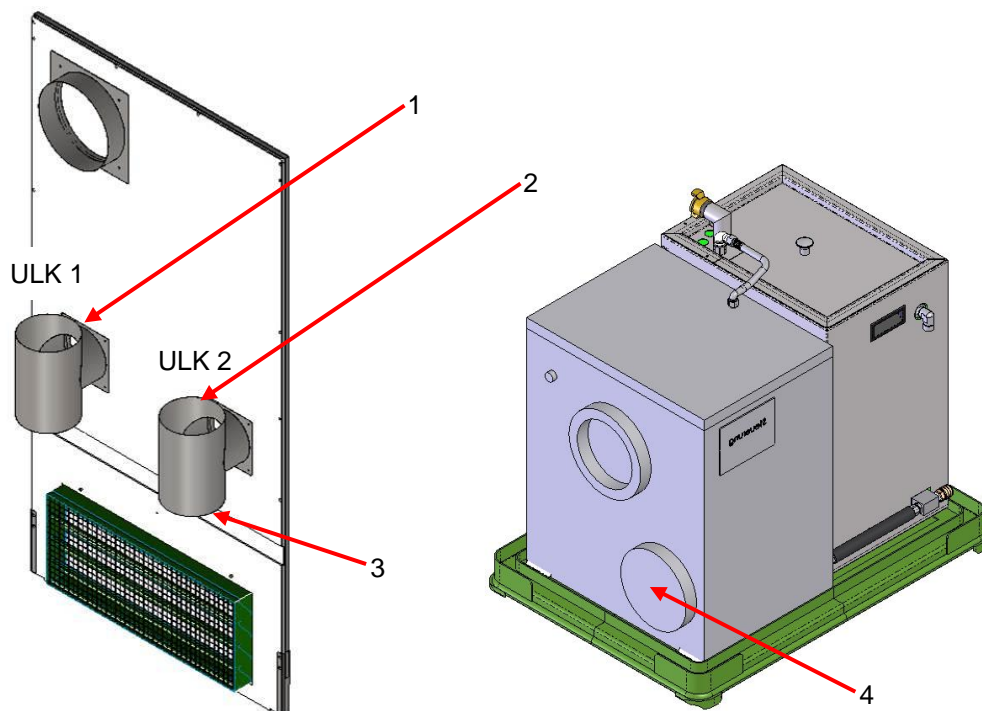

Abb. 7: Anschluss der Abluftleitung am Umlaufkühler
- ◆ Befestigen Sie beide T-Stücke Umlaufkühler (Abb. 7: Pos. 1 und 2) an der Türabdeckung Belüftung.
- ◆ Schließen Sie jeweils an der freien Öffnung (3) des T-Stückes mit einer Schnellspannschelle den Abluftschlauch des entsprechenden Umlaufkühlers an.
- ◆ Schließen Sie am Abluftausgang (4) des jeweiligen Umlaufkühlers einen Abluftschlauch an.